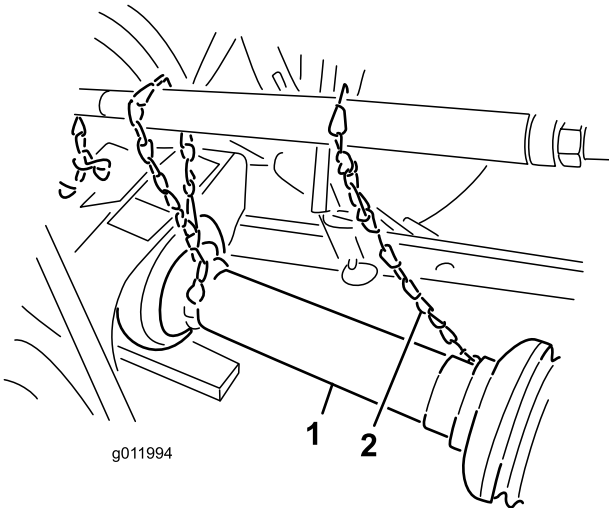

Bild 7
5. Verbinden Sie die Sicherheitsketten der Abdeckungen von den Zapfwellenabschnitten mit den geschweißten Clips an den Gestängearmen oder den Schutzblechen der Zapfwelle (Bild 7).